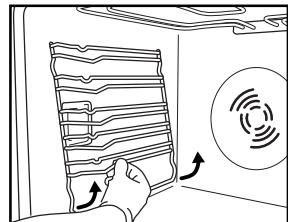

Fig.3
1. Fjern ristene som holder tilbehøret på sidene (Fig. 3).
2. Fjern ristene som holder tilbehøret på sidene (noen versjoner) (Fig. 3).